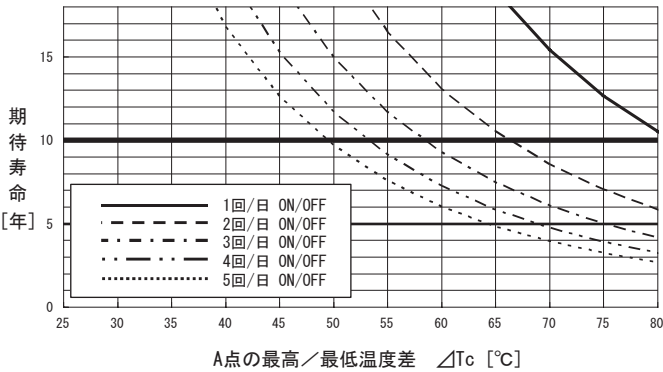
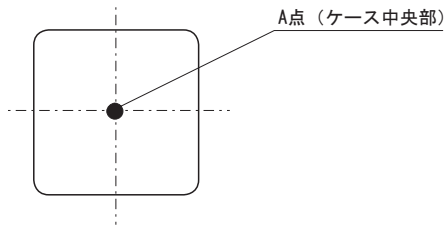

図12.1 熱疲労による期待寿命グラフ
図12.2 温度測定箇所 (ケース上面)
■図12.1に当社加速試験結果を元に算出した1日のON/OFF回数とケース温度差(図12.2ポイントA点 ΔT_c)に対する製品の期待寿命を示します。
■無償補償期間10年ですが、図12.1に示す期待寿命が10年未満の場合、この寿命を無償補償期間とします。